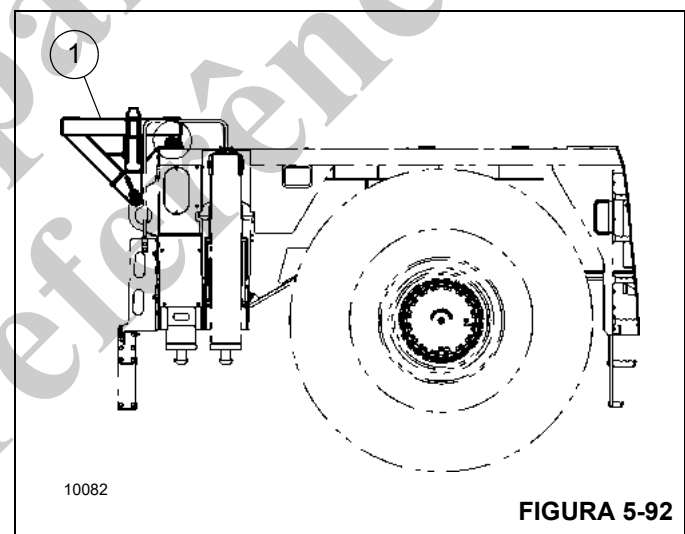

FIGURA 5-92
3. Certifique-se de que o suporte do contrapeso (1, Figura 5-92) esteja preso com segurança na parte traseira do transportador.